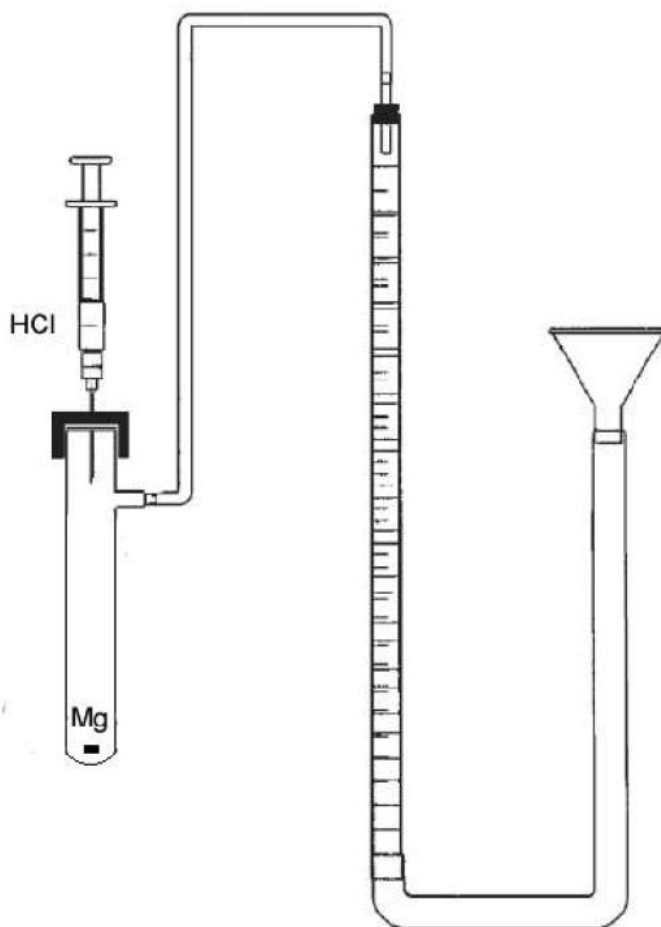

Figura 1. Aparato de Recolector de Gases
1.- Armar el equipo que se muestra en la **Figura 1**, verificando que no existan fugas.